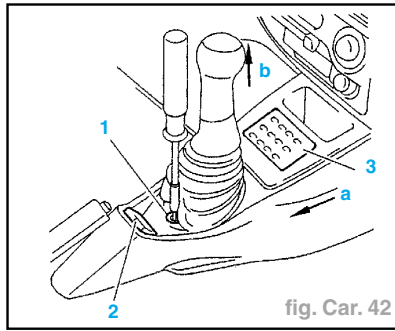

fig. Car. 42
- les boutons lève-vitre (2) (suivant option) (fig. Car. 42),
- le clavier "ADC" (3) (suivant option),
- la vis (1).